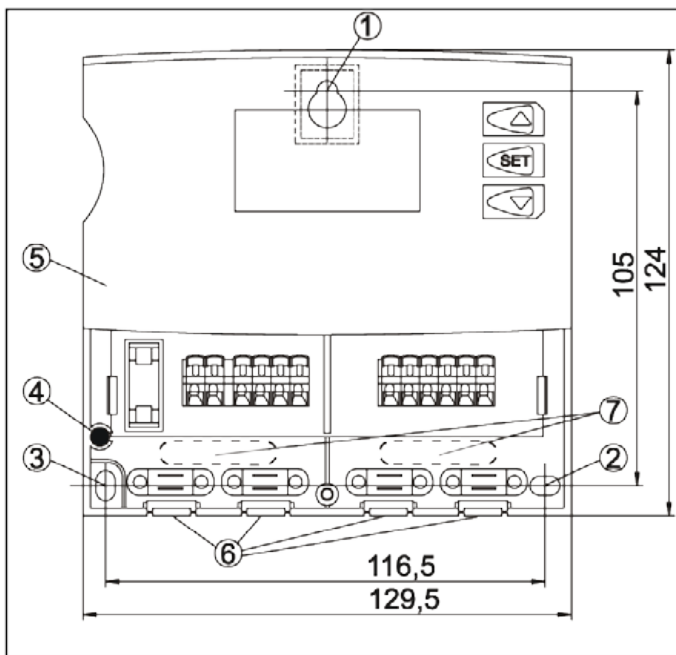
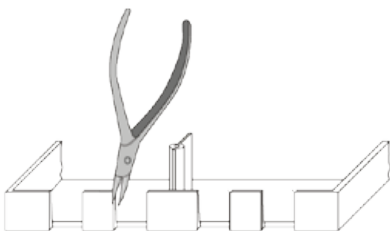

Fig. 1
Fig. 2
Det interna locket (fig. 1, pos 5.) skyddar regulatorns elektronik och får inte tas bort vid installationen. Montera först en skruv i väggen och häng upp sen upp TR0301 på den, (fig. 1, pos 1.) markera var de andra skruvarna ska sitta, (fig. 1, pos 2 och 3.)
Anslutande kablar till TR0301 matas via undersidan (fig. 1, pos 6.) Använd en avbitartång eller kabelkniv för att ta ur kabel ingångarna i lådan. Se fig 2.
Garantitid är 2 år och gäller vid normalt handhavande, gäller EJ om ingrepp görs i regulatorns elektronik under interna locket (fig. 1, pos 5.).